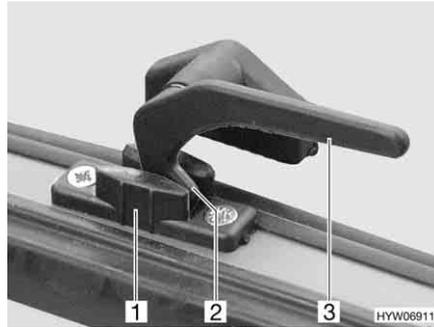
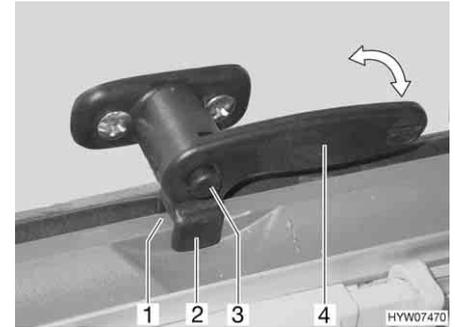

Bild 61 Verriegelungshebel ohne Sicherungsknopf in Stellung "Dauerbelüftung"
Bild 62 Verriegelungshebel mit Sicherungsknopf in Stellung "Dauerbelüftung"
- in Stellung "Dauerbelüftung" (Bild 61 oder Bild 62)
- Ggf. Sicherungsknopf (Bild 62,3) drücken und gedrückt halten.
- Den Verriegelungshebel (Bild 61,3 oder Bild 62,4) eine viertel Umdrehung zur Fenstermitte hin drehen.
- Verriegelungshebel wieder zurückdrehen. Die Verriegelungsnase (Bild 61,2) dabei in die Aussparung der Fensterverriegelung (Bild 61,1) einfahren oder die Gabel (Bild 62,2) am Verriegelungshebel in die Fensterverriegelung (Bild 62,1) einfahren.